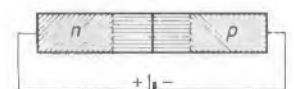

Bild 10.6. Anschluß einer Kristalldiode in Sperrrichtung
1. Die beiden Pole werden nach Bild 10.6 mit einer Stromquelle so verbunden, daß der positive Pol an der n-Zone und